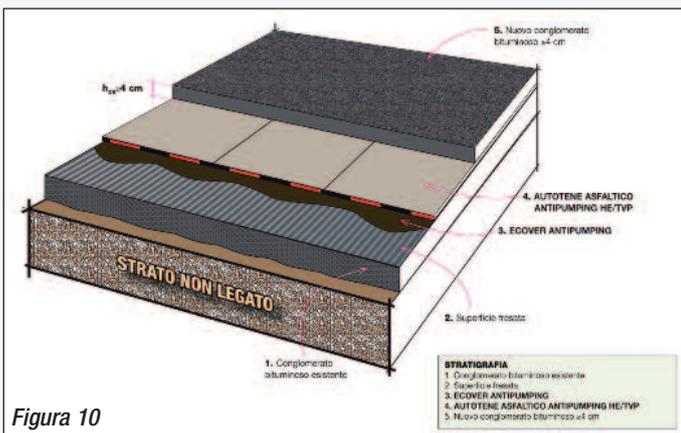

Figura 10
- ◆ rinforzo e impermeabilizzazione di una vecchia pavimentazione stradale mediante applicazione su superficie fresata di geocomposito rinforzato tipo Autotene Asfaltico Antipumping HE/TVP (Figura 10).